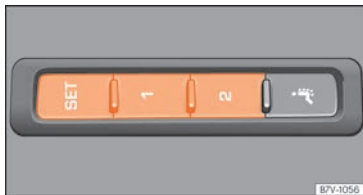

Fig. 161 Touches de mise en mémoire sur la partie extérieure du siège du conducteur.
- Maintenez la touche **(SET)** enfoncée pendant plus d'une seconde »» **fig. 161**.